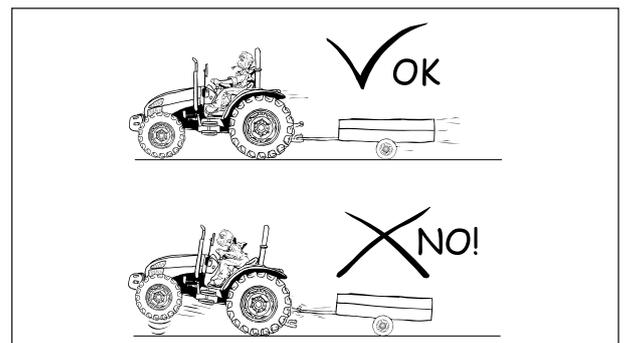

Abb.2-36
- Zum Anhängen nur die dafür vorgesehenen Vorrichtungen verwenden. Das Anhängen oder Ankuppeln an anderen Stellen kann zum Aufbäumen des Traktors führen. (Abb. 2-36)